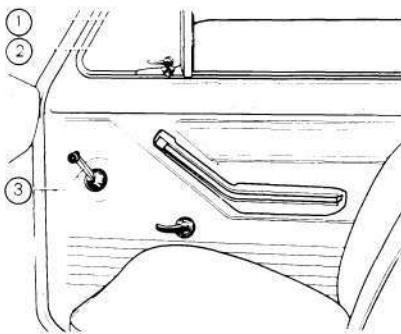

Рис. 8. Поворотное и опускное стекло передней двери: 1 — кнопка; 2 — ручка; 3 — ручка опускного стекла
- при открытых поворотных стеклах, для чего нажмите кнопку 1 (рис. 8) и поверните ручку 2;